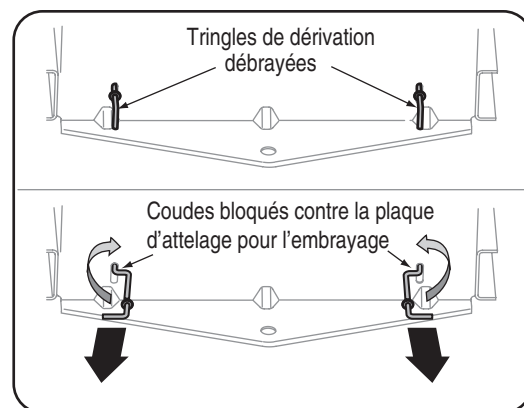

Figure 8
Pour embrayer une tringle de dérivation, tirez la tringle vers l'arrière dans la fente jusqu'à ce que le coude de la tringle dépasse de la plaque d'attelage. Tournez la tringle dans l'une ou l'autre direction et lâchez-la pour bloquer le coude contre la plaque d'attelage. Embrayez les deux tringles de dérivation pour déplacer le tracteur manuellement. Voir la Figure 8.
2. Glissez le siège à la position voulue. Voir la Figure 8.